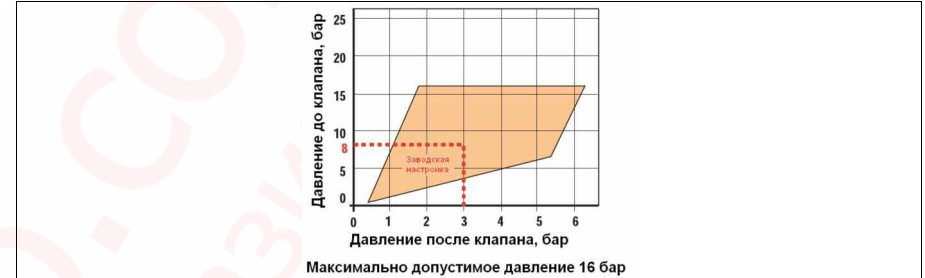

Рис. 2 Область применимости клапанов 7 bis в зависимости от давления до клапана и требуемого давления после клапана
1. Проверить применимость по давлению до и требуемому давлению после клапана (рис. 2)
1. **Проверка применимости по давлению до и требуемому давлению после клапана (рис.2)**
Давление до клапана - 8 бар; Давление после клапана – 3 бара. Рабочая точка, соответствующая указанным давлениям лежит внутри области применимости (рис.2)